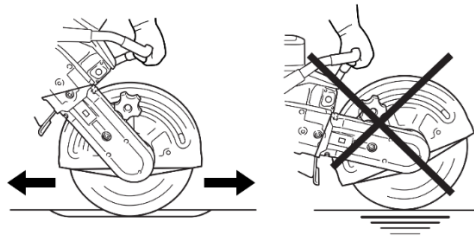

Рисунок 12. Рух виробу під час різання матеріалу з плоскою поверхнею.
4. Для підвищення ефективності праці, виконувати різання наступним чином: переміщувати диск взад та вперед вздовж лінії різі: виконання різі на одному місці може привести до перегріву диску чи заполірувати його. Так само у разі надмірного тиску при різанні, (див. рис. 12).